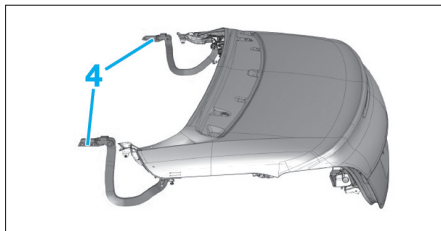

Fig. 132
- Rabattre les platines (4) (Fig.132).